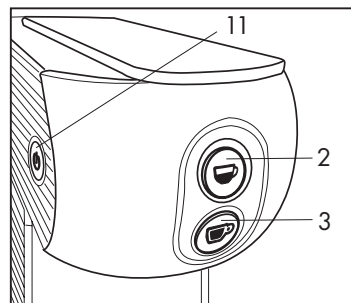

Abb. 11
- Stellen Sie sicher, dass keine Kapsel eingesetzt wurde und schalten Sie das Gerät über den Hauptschalter (11) ein.
- Schließen Sie die Halterung (10) für die kleine Tasse und stellen Sie eine große Tasse unter die Abgabedüse (4)
Große Tasse: Drücken Sie die Taste (3) und halten Sie sie gedrückt. Das Wasser beginnt heraus zu fließen. Wenn die gewünschte Wassermenge abgegeben worden ist, die Taste (3) wieder loslassen. Die Wasserabgabe wird dadurch gestoppt und die Wassermenge wird gespeichert. **(Abb. 11)**
Kleine Tasse: Drücken Sie die Taste (2) und halten Sie sie gedrückt. Das Wasser beginnt heraus zu fließen. Wenn die gewünschte Wassermenge abgegeben worden ist, die Taste (2) wieder loslassen. Die Wasserabgabe wird dadurch gestoppt und die Wassermenge wird gespeichert. **(Abb. 11)**